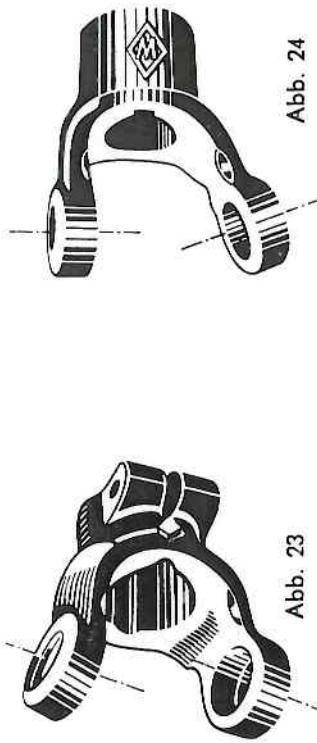

Abb. 24
- II. Stauchen der Gelenkwelle beim Einbiegen (Abb. 24)